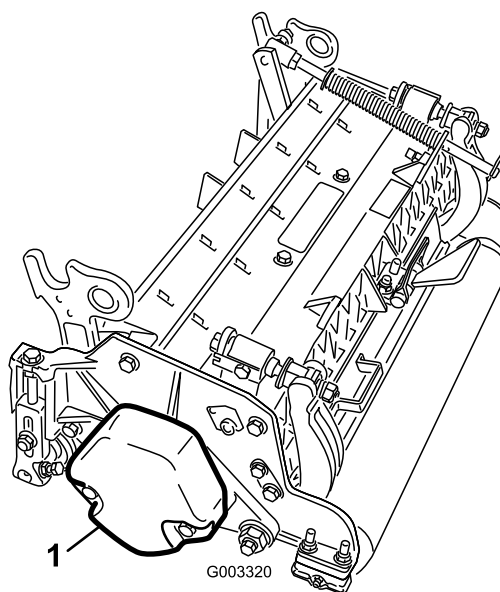

Figura 4
4. Asegúrese de que el contrapeso (Figura 4) está instalado en el extremo correcto de la unidad de corte, según lo indicado en el *Manual del operador* de la unidad de corte.